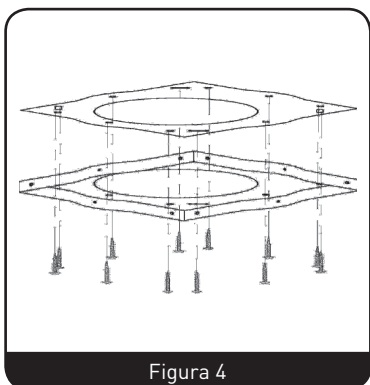

Figura 4
1. Posicione en el techo la placa de fijación y utilícela a modo de plantilla para marcar la ubicación de los orificios a taladrar. La placa de fijación deberá sujetarse firmemente al techo. (Figura 4)